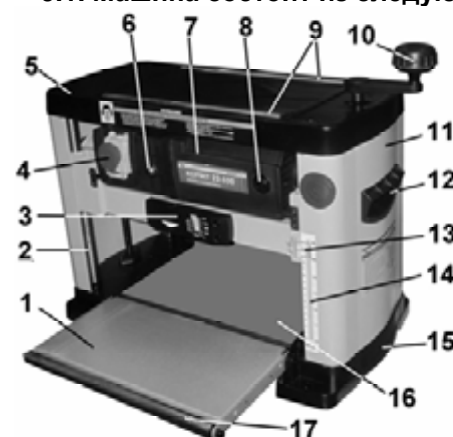

Рис. 2
9. УСТРОЙСТВО МАШИНЫ И ОРГАНЫ УПРАВЛЕНИЯ, Рис. 2÷4
10.4. Юстировка роликов удлинителей стола, Рис. 2÷ 7.
11.1. Магнитный пускатель и тепловой прерыватель, Рис. 2; 7.
11.2. Предварительное строгание, Рис. 2÷4.
Ручкой (10), Рис.2, по указателю (13) на шкале (14) установите положение, соответствующее максимально толстому участку заготовки, после чего установите глубину строгания.
11.2.3. Заготовку подавайте обработанной (фугованной) стороной вниз по поверхности рабочего стола (16) со стороны переднего удлинителя стола (1) до момента захвата заготовки протяжными роликами (автоматическая подача); по необходимости поддерживайте заготовку, не форсируя и не замедляя скорость прохождения заготовки, Рис.2.
11.3. Регулировка размера строгания и установка указателя шкалы, Рис. 2; 8÷10.
11.4. Чистовое строгание и дополнительные операции (Рис. 2)